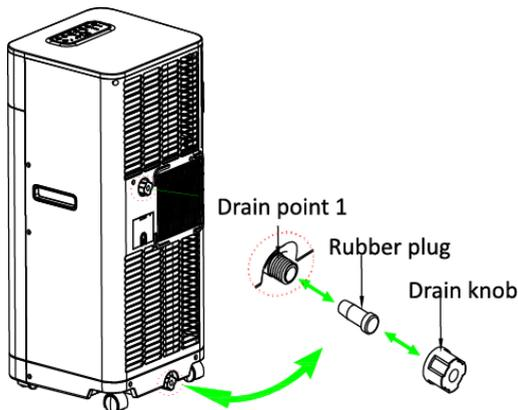

Рис.8. Удаление конденсата.
3. Удалите дренажную заглушку и резиновую втулку (рис.8) из дренажного отверстия и дайте воде стечь, при заполнении контейнера снова установите заглушку и втулку, опустошите контейнер, повторите данные действия до полного опустошения резервуара.